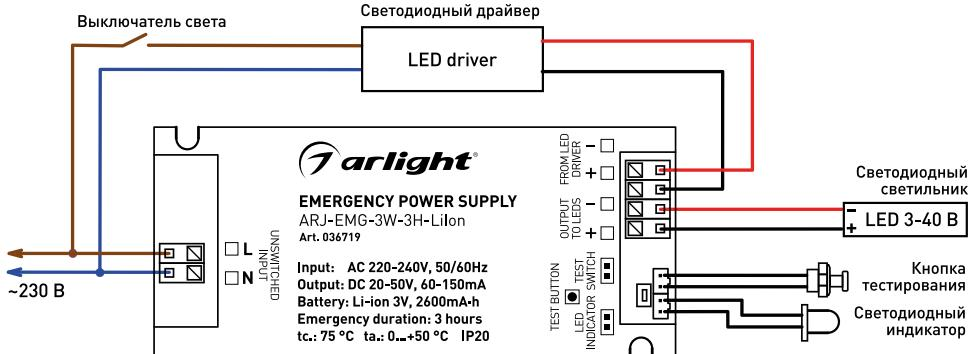

Рисунок 1. Стандартная схема подключения
- 3.4. Подключите провода, постоянно подключенные к сети: L [фаза] — коричневый провод, N [ноль] — синий провод. Смотрите рисунок 1.